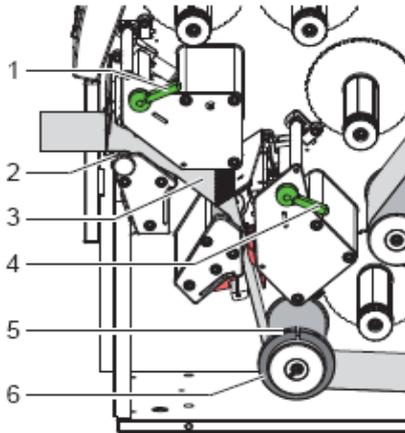

図9 ラベルの装着
4. 図 9 に示すとおり、メディアを印刷機構を通して上部プリントローラー(2)まで通す。